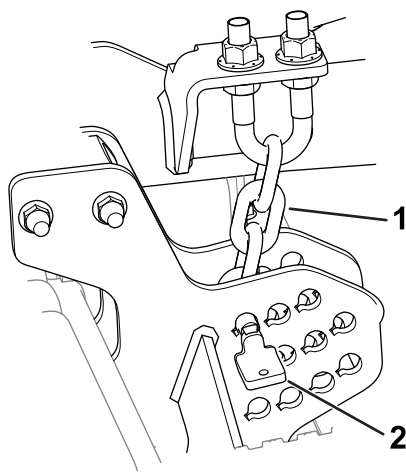

図 9
1. 刈高チェーンをカッティングユニット後部に固定しているピンを外す 図 9。
ピンは、刈高チェーンの一番下の輪に通すこと。また、チェーンはねじらずに真っ直ぐ降ろすこと 図 9。